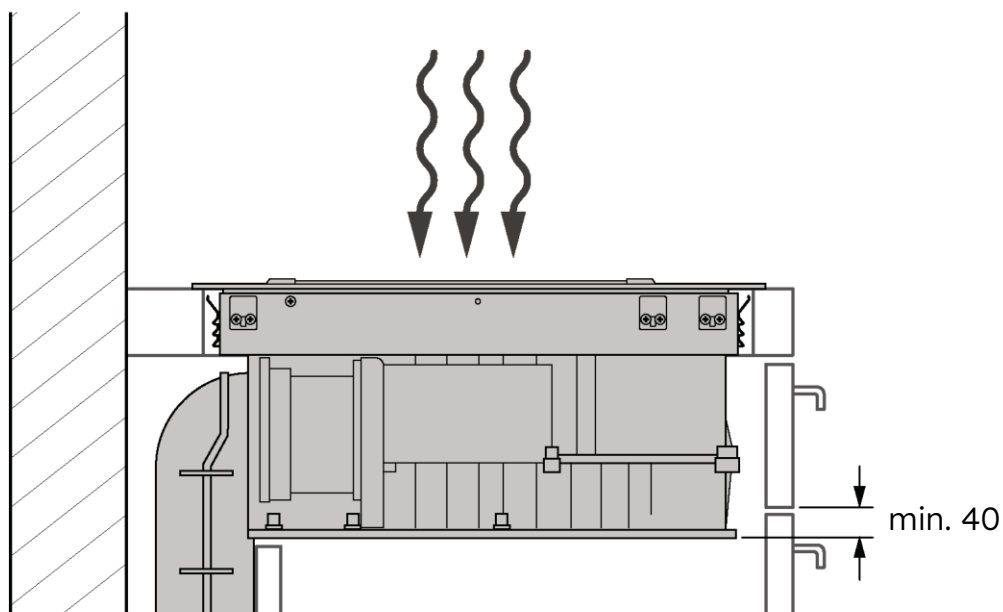

Afb. 3
- Bevestig de kookplaat niet met siliconen of andere lijm! Een dergelijke bevestiging zou het product beschadigen als het moet worden verwijderd **(afb. 3)**.